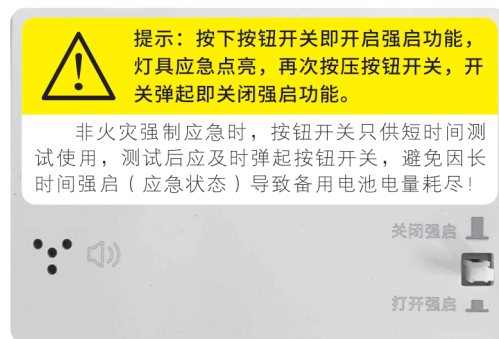

图9
(3)、模拟试验：在主屏时，按【测试】键，模拟应急，显示屏显示【N#系统强启】，应急指示灯点亮（如图9）。
(4)、系统强启：打开机箱柜门，在显示屏背后，按下开关即【打开强启】，显示屏显示【N#系统强启】，应急指示灯点亮，再按下开关即【关闭强启】（如图9）。